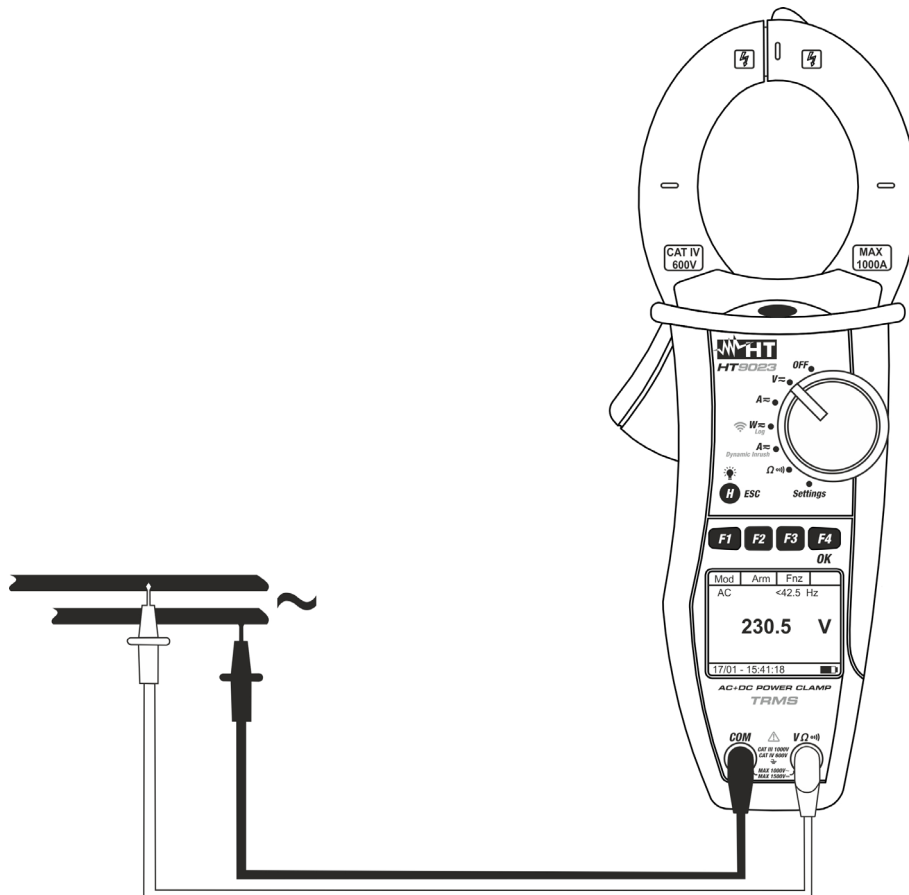

Fig. 6: Misura di Tensione AC e AC+DC
4. Inserire il cavo rosso nel terminale di ingresso **VΩ[Ⓜ]**) e il cavo nero nel terminale di ingresso **COM** e posizionare i puntali nei punti desiderati del circuito in esame (vedere Fig. 6)